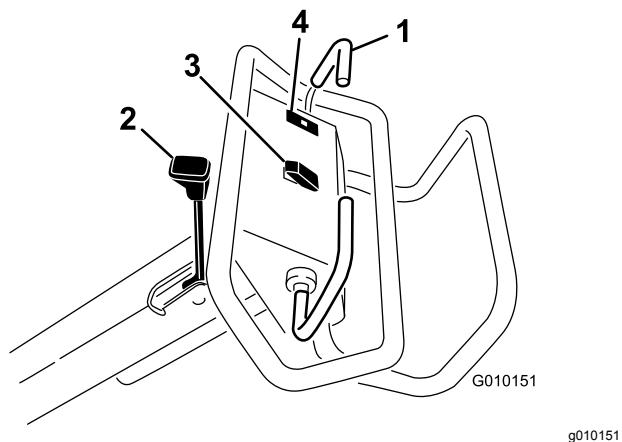

Figure 13
Pour vous déplacer en marche avant, poussez le levier de déplacement en avant. Pour vous déplacer en marche arrière, tirez le levier de déplacement en arrière (Figure 13).
Pour serrer le frein de stationnement, rapprochez le levier du moteur. Pour desserrer le frein de stationnement, déplacez le levier en avant (Figure 13).
Le témoin de pression d'huile (Figure 13) s'allume quand la pression de l'huile moteur descend au-dessous du niveau admissible. Dans ce cas, coupez le moteur et recherchez la cause de la baisse de pression. Effectuez les réparations nécessaires avant de remettre le moteur en marche.
**Levage** – appuyez sur le haut du commutateur (Figure 13) pour lever la tête d'aération et la désengager. Le moteur doit être en marche pour produire la pression de levage. Si la tête d'aération est en dessous de la hauteur de transport, voir Réinitialisation du circuit de commande du système (page 27).
**Abaissement/engagement** - Appuyez sur le bas du commutateur (Figure 13) pour abaisser et engager la tête d'aération. Le levier de déplacement doit être en position avant pour activer le commutateur.